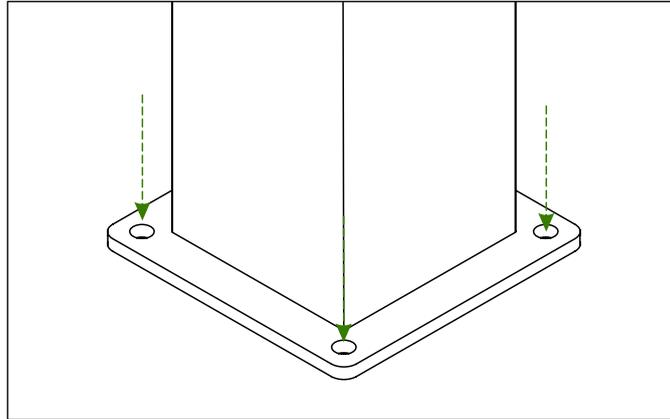

Abb. 13
**B)** 11. Verschrauben Sie die Pfostenplatte mit den Betonfundamenten oder der Betonplatte. Bitte verwenden Sie dafür geeignete Schrauben und Dübel. Siehe Abb. 13.